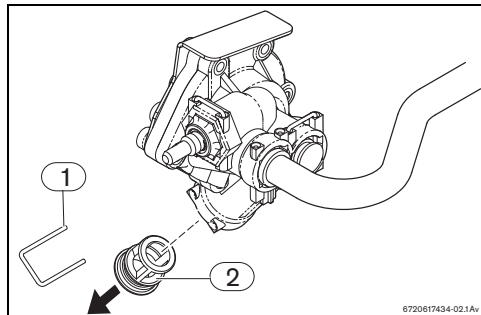

Fig. 8 Purga
- ▶ El aparato no deberá instalarse en lugares cuya temperatura ambiente pueda ser inferior a 0 °C. En caso de que exista riesgo de congelación, desconecte y purgue el aparato (→Fig. 8).